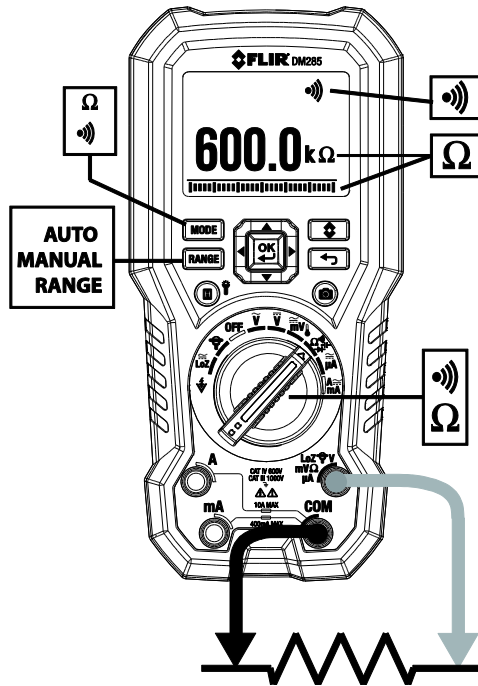

Bild 9-3 Motstånd- och kontinuitetsmätningar
1. Se Bild 9-3 7-3. Sätt funktionsknappen i -läge.
1. Se **Bild 9-3**. Sätt funktionsknappen i -läge.